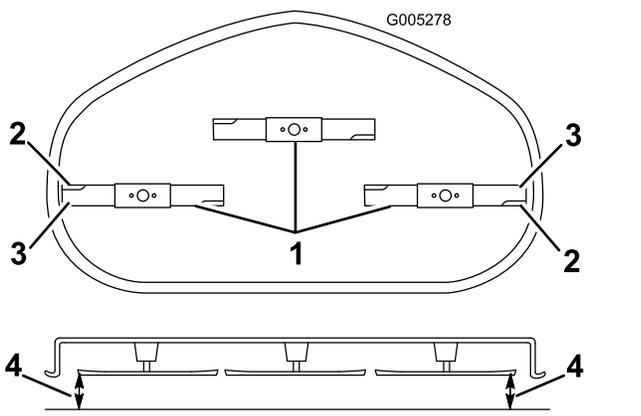

Figura 56
- Gire cuidadosamente las cuchillas hasta que estén todas orientadas lateralmente (Figura 56).
- Mida entre los bordes de corte exteriores y la superficie plana (Figura 56).